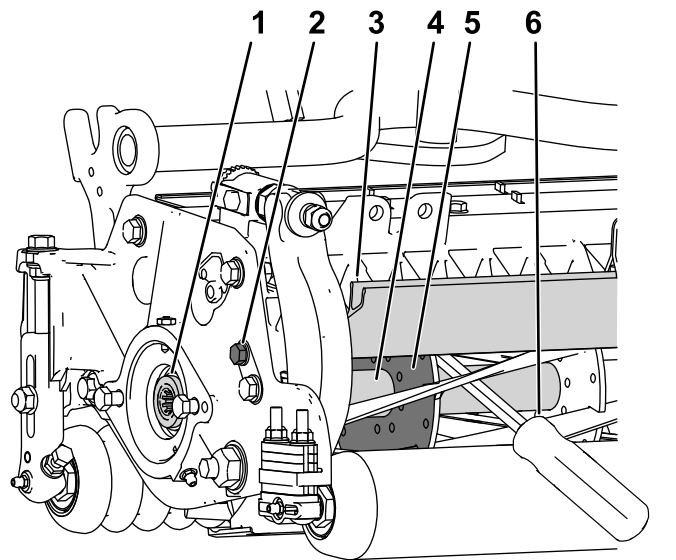

图26
- 松开滚刀组左侧的屏蔽螺栓抬起后护罩 图26。
- 将一根长柄撬棍建议尺寸为 0.95cm x 30.48cm 带螺丝刀柄插入滚刀组背面最靠近需要扭转的滚刀组一侧 图26。
- 将撬棍靠着滚刀支撑板的焊接侧 图26。